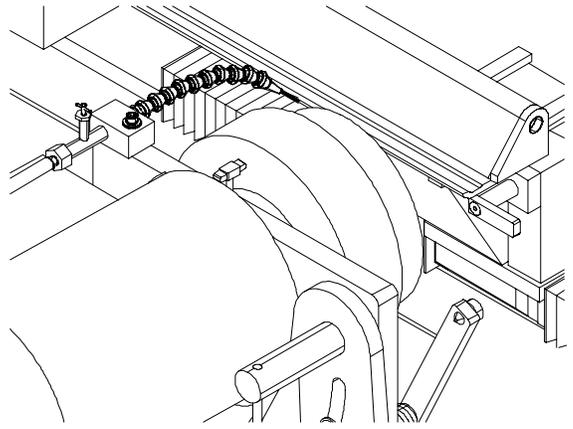

FIG. 17
Dirigez la buse de façon à ce que le liquide de refroidissement soit diffusé sur la face affûtée de la contre-lame (voir FIG. 17 ou 18). Une partie du liquide est également déviée sur la meule d'affûtage. Réglez le régulateur de débit afin d'obtenir un flux régulier du liquide. Évitez que le débit soit supérieur à ce qui est nécessaire, car il ne refroidira pas davantage la contre-lame et augmentera juste les éclaboussures.
2. Mettez l'interrupteur de la POMPE DE LIQUIDE DE REFROIDISSEMENT en position de MARCHE, puis vérifiez que la buse diffuse le liquide sur la contre-lame (voir FIG. 17).